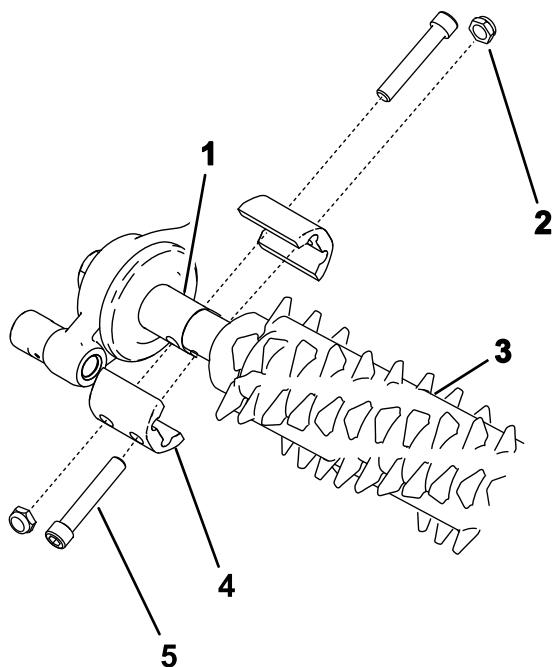

Figura 17
- Alinhe o rastelo de corte com a caixa de transmissão do rastelo e o conjunto do rolete (Figura 17).
- Fixe o rastelo na máquina como mostra na Figura 17 e aperte os parafusos.